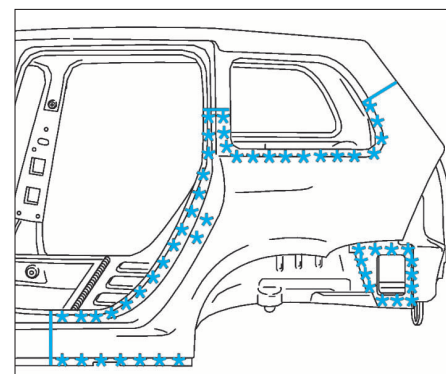

FIG. 133
- Découper par fraisage des points (Fig.133 et 134).